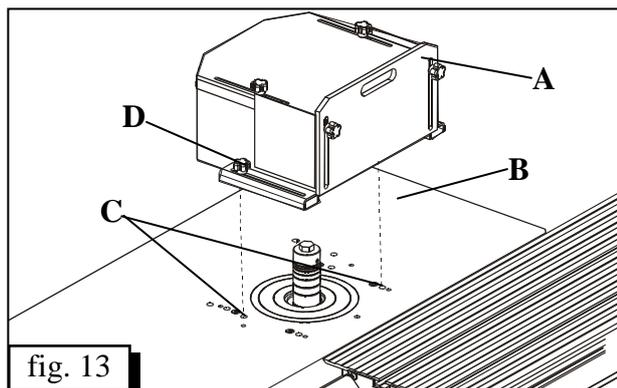

fig. 13
- Posez la table de protection **A** (fig. 13) pour travailler la coupe de tenons sur la table de travail **B** et ajustez-la par rapport aux ouvertures de coupe **C**.